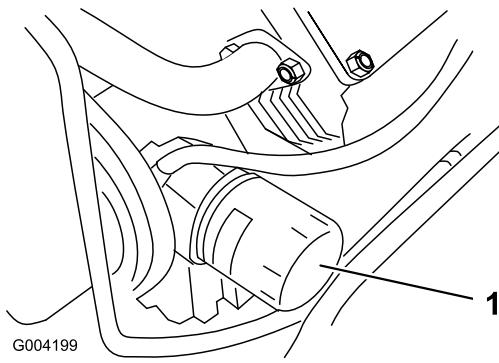

Figura 34
3. Togliere il filtro usato (Figura 34) e pulire la superficie della guarnizione dell'adattatore del filtro.